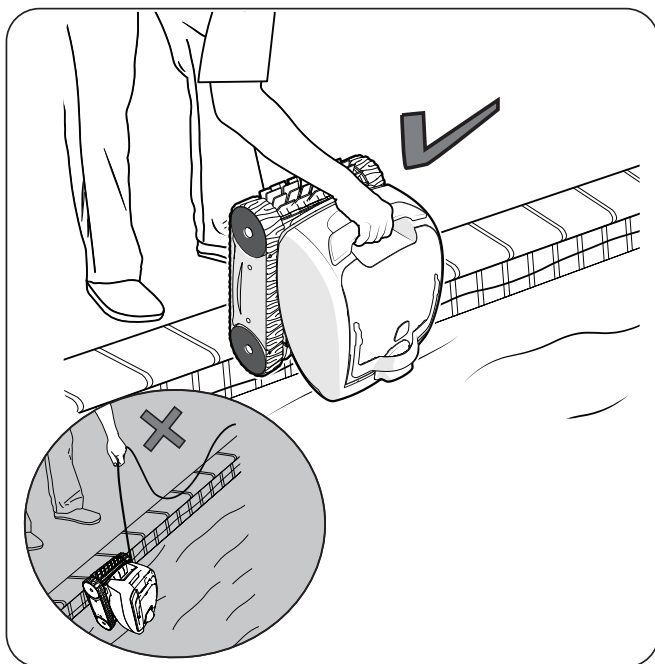

Figure 7. Soulever le robot nettoyeur hors de la piscine à l'aide de la poignée
- Utiliser la poignée pour soulever le robot nettoyeur hors de l'eau (Figure 7). Ne jamais soulever le robot nettoyeur hors de la piscine par le câble flottant.